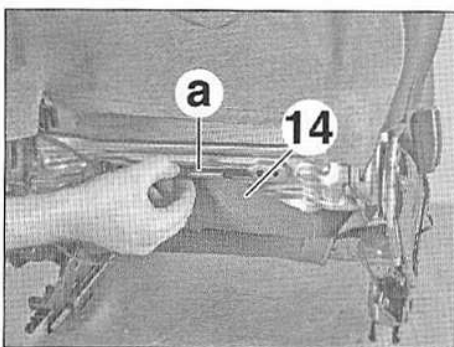

FIG.16
- Libérer l'agrafe (a) (Fig.16).
- Dégager la garniture (14).